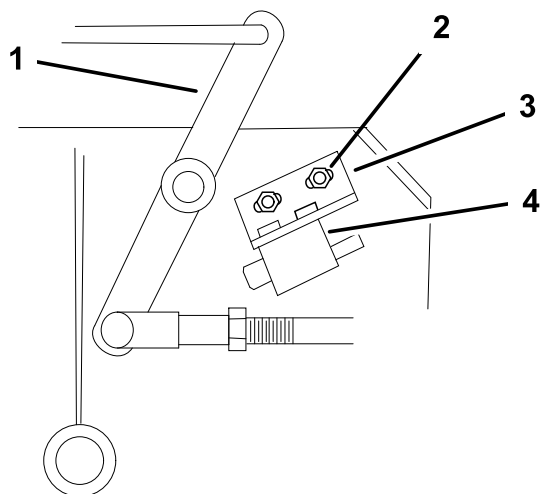

Figura 55
4. Si es necesario, ajuste el interruptor de seguridad de la cuchilla aflojando los pernos que sujetan el soporte del interruptor (Figura 55).
Nota: Asegúrese de que la palanca acodada **no** toca el cuerpo del interruptor, porque esto podría dañar el interruptor (Figura 55).